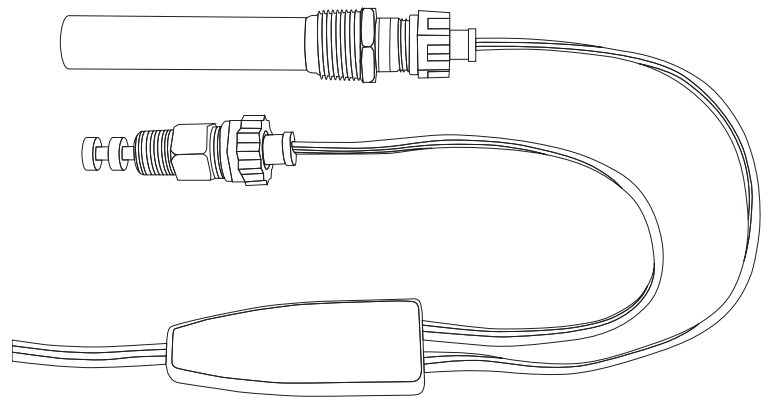

Figura 11. Los calentadores de cierre hermético y termostatos cuentan con refacciones disponibles, incluidos los cables Y y rectos.
Los calentadores herméticos (con el prefijo "OW-"), como se muestran en la Figura 11, cuentan con las siguientes refacciones disponibles (se venden por separado):
- Cable-Y (con termostato). Véase la Figura 11.